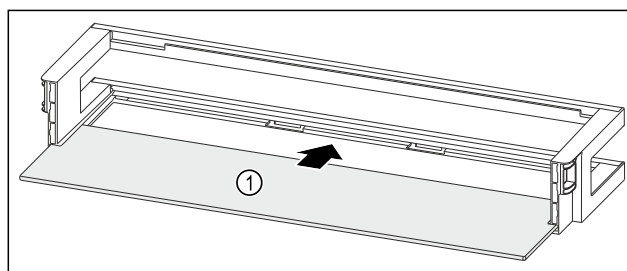

Fig. 197 Balconcino controporta con ripiano
- ▶ Inserire il ripiano Fig. 197 (1) negli incavi laterali.